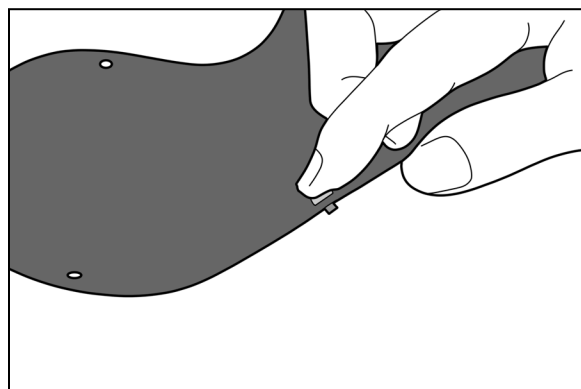

Fig. 3
Placera (1) M3 PHS genom hålet med skruvens huvud på den inre ytan. Håll skruvhuvudet på plats med fingret. (Fig. 3).